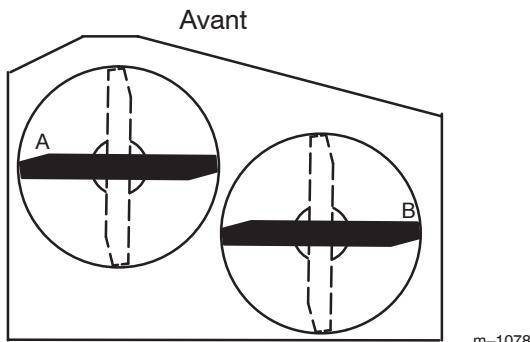

Figure 55
2. Tournez les lames pour qu'elles soient parallèles dans le sens transversal (Fig. 55). Mesurez la distance aux points A et B (Fig. 55) entre la surface plane et le tranchant des pointes des lames (Fig. 56).